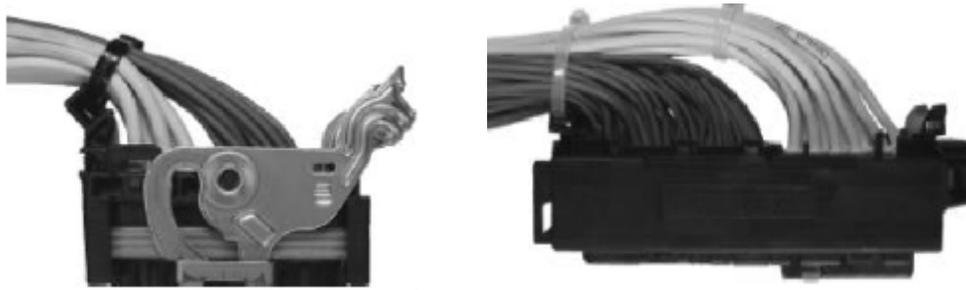

图 13 接插件端线束的正确捆扎
- 丨 在接插件的末端有一个用于捆扎线束的通孔，在线束全部完成接插后要用扎带将其整齐固定，防止其因为震动、受力拉伸而使线束松动从而影响信号的传输。见图 13 所示